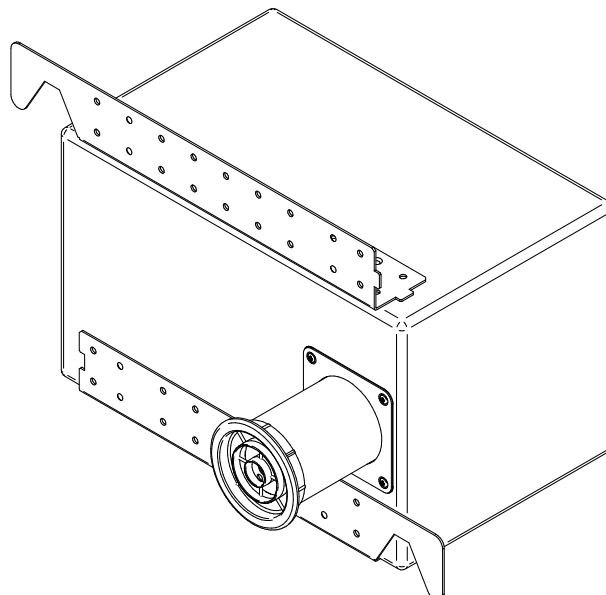

Abbildung 3: Einbau in Trennwände
- Schrauben Sie den unteren Beschlag in der gewünschten Höhe an der Wand fest. Denken Sie dabei daran, dass der untere Teil des TRAILS6T auf diesem Winkel ruhen wird und dass Sie das Befestigungsrohr durch die Öffnung in der Trennwand einführen müssen. Siehe Abbildung 3.
- Schrauben Sie nun die obere Halterung mit den mitgelieferten Schrauben am TRAILS6T fest (Abbildung 3) und befestigen Sie das Ganze dann an der Wand, und zwar so, dass der Lautsprecher auf der unteren Halterung ruht.